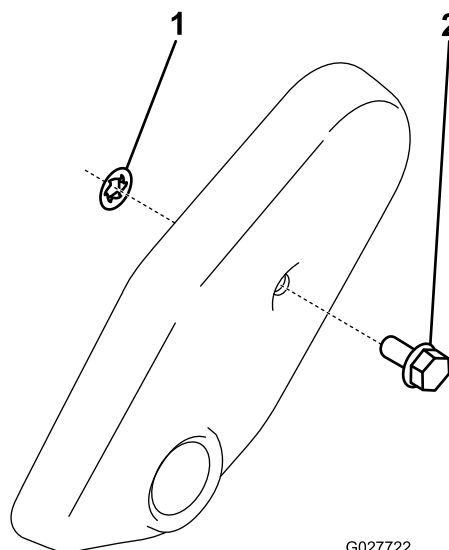

Figura 16
2. Fate scorrere il dado in gabbia sul tappo del copricinghia (Figura 16).